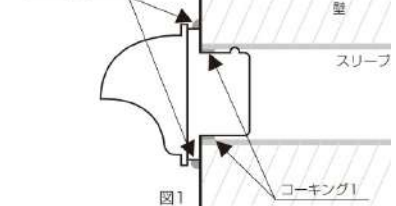

図1
- 差込の周辺部にコーキングを塗布し、ダクトに挿入します。(図1:コーキング1)
- 外周部をコーキングします。(図1:コーキング2)